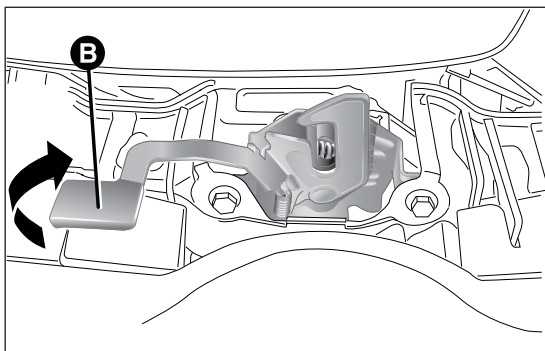

fig. 58
- spostare verso sinistra la leva B fig. 58 come indicato in figura;